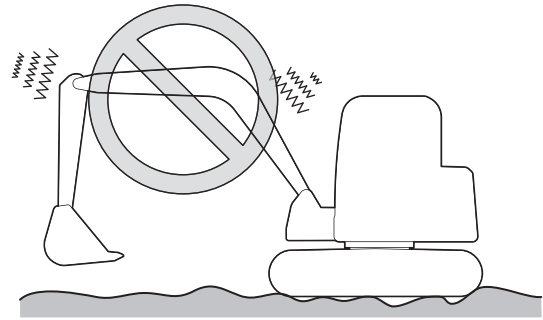

Figura 54
16. No conduzca a gran velocidad por terrenos abruptos o rocas. Ello podría provocar fallos estructurales y mecánicos y reducir la vida útil de la máquina. Consulte Figura 54.